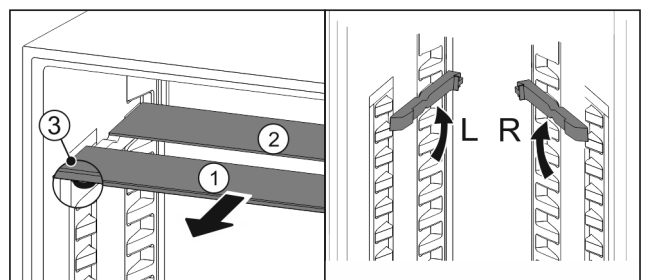

Fig. 73
- ▶ Glasplaten afzonderlijk vanaf de voorkant eruit trekken (Fig. 73 [1]).
- ▷ Glasplaat Fig. 73 (1) met sierlijst ligt voor.
- ▷ Stops Fig. 73 (3) zijn naar onder gericht.